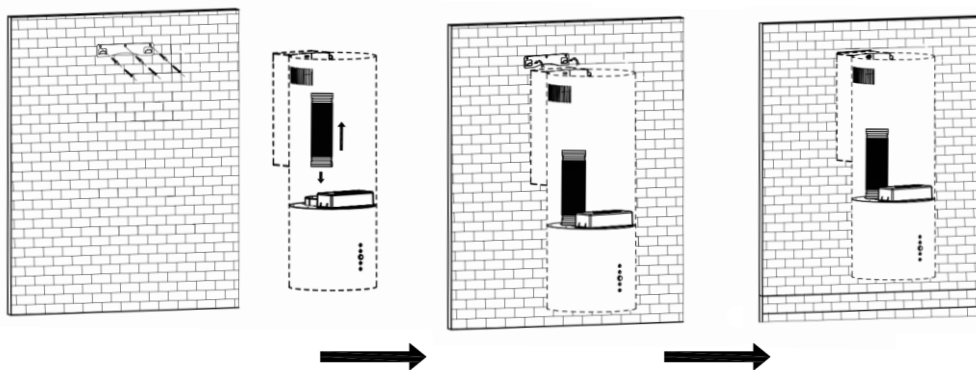

Рис. 8 Схема монтажа
2. Закрепите вентиляционную трубу на выходе вытяжки. **Вентиляционная труба не поставляется в комплекте.** Затем установите вытяжку на кронштейн, как показано на рис. 8.